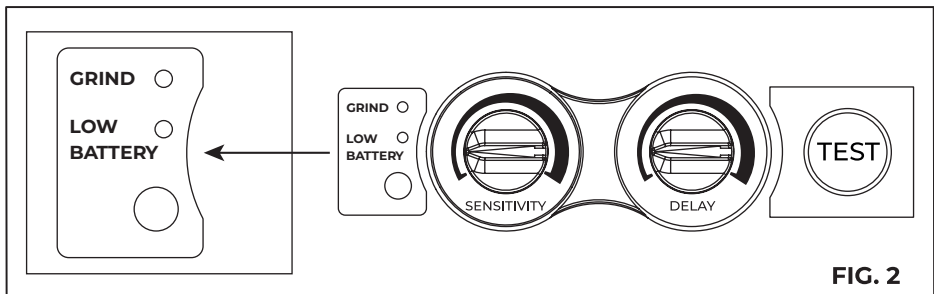

FIG. 2
Deze filter cartridge wordt aangedreven door een zonnecel en één CR2450 lithiumbatterij. Wanneer de indicator op de lens rood begint te worden (Zie fig.2), is dit een waarschuwing dat de batterij moet worden vervangen.
Druk en houd de testknop ingedrukt om de schaduwinstelling te controleren voordat u gaat lassen (Zie fig.2). Zodra u de knop loslaat, keert het kijkvenster automatisch terug naar de lichte stand (3,5 Schaduw).
- In deze situatie zou de indicator groen worden en elke 3 seconden knipperen (Zie fig. 2). Voordat u weer begint met lassen, dient u ervoor te zorgen dat de schaduwfunctie weer wordt ingeschakeld.